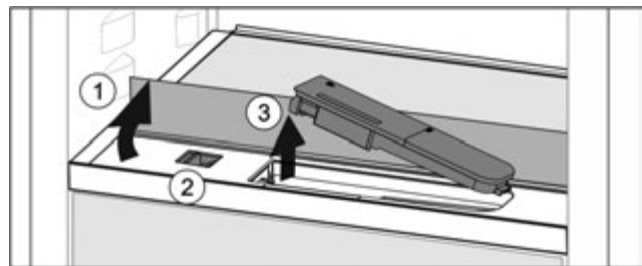

Fig. 138
- ▶ Підняти скляну панель і відкинути до упору назад Fig. 138 (1).
- ▶ Посуньте повзунок Fig. 138 (2) уліво.
- ▶ Вийняти бак для води Fig. 138 (3).